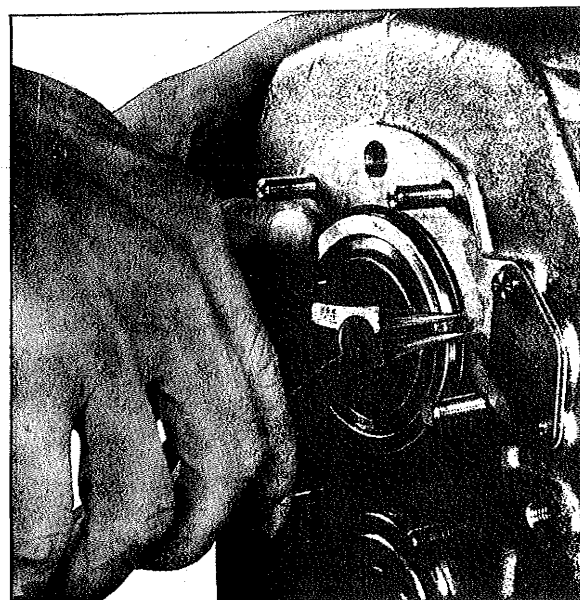
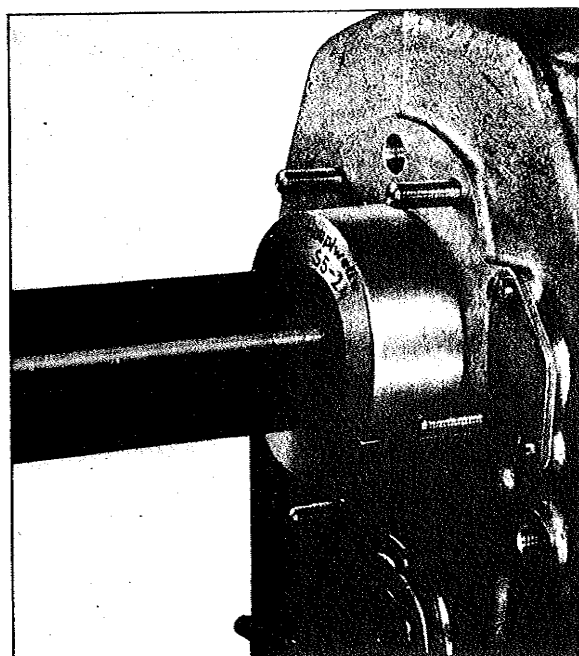

Fig. 4
Fig. 5
4.3 Déposer la vis sans fin du tachymètre (432). Dégager le jonc d'arrêt (431) de la rainure du roulement à billes (fig. 4). Enlever le roulement à billes (430) à l'aide des outils spéciaux „4" et „5" (fig. 5).